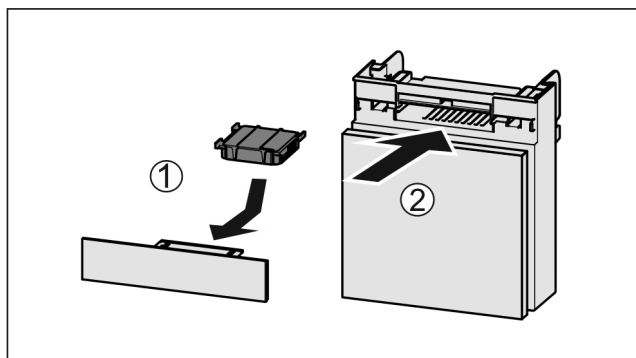

Fig. 160
- ▶ Filtr s aktivním uhlím vložte podle vyobrazení Fig. 160 (1).
- ▶ Zásuvku zasuňte Fig. 160 (2).